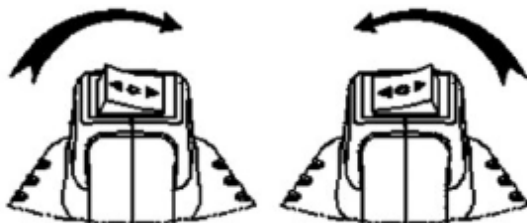

Figura 2
4. Mudar para a direção correta para afrouxar ou apertar (verifique a Figura 2).